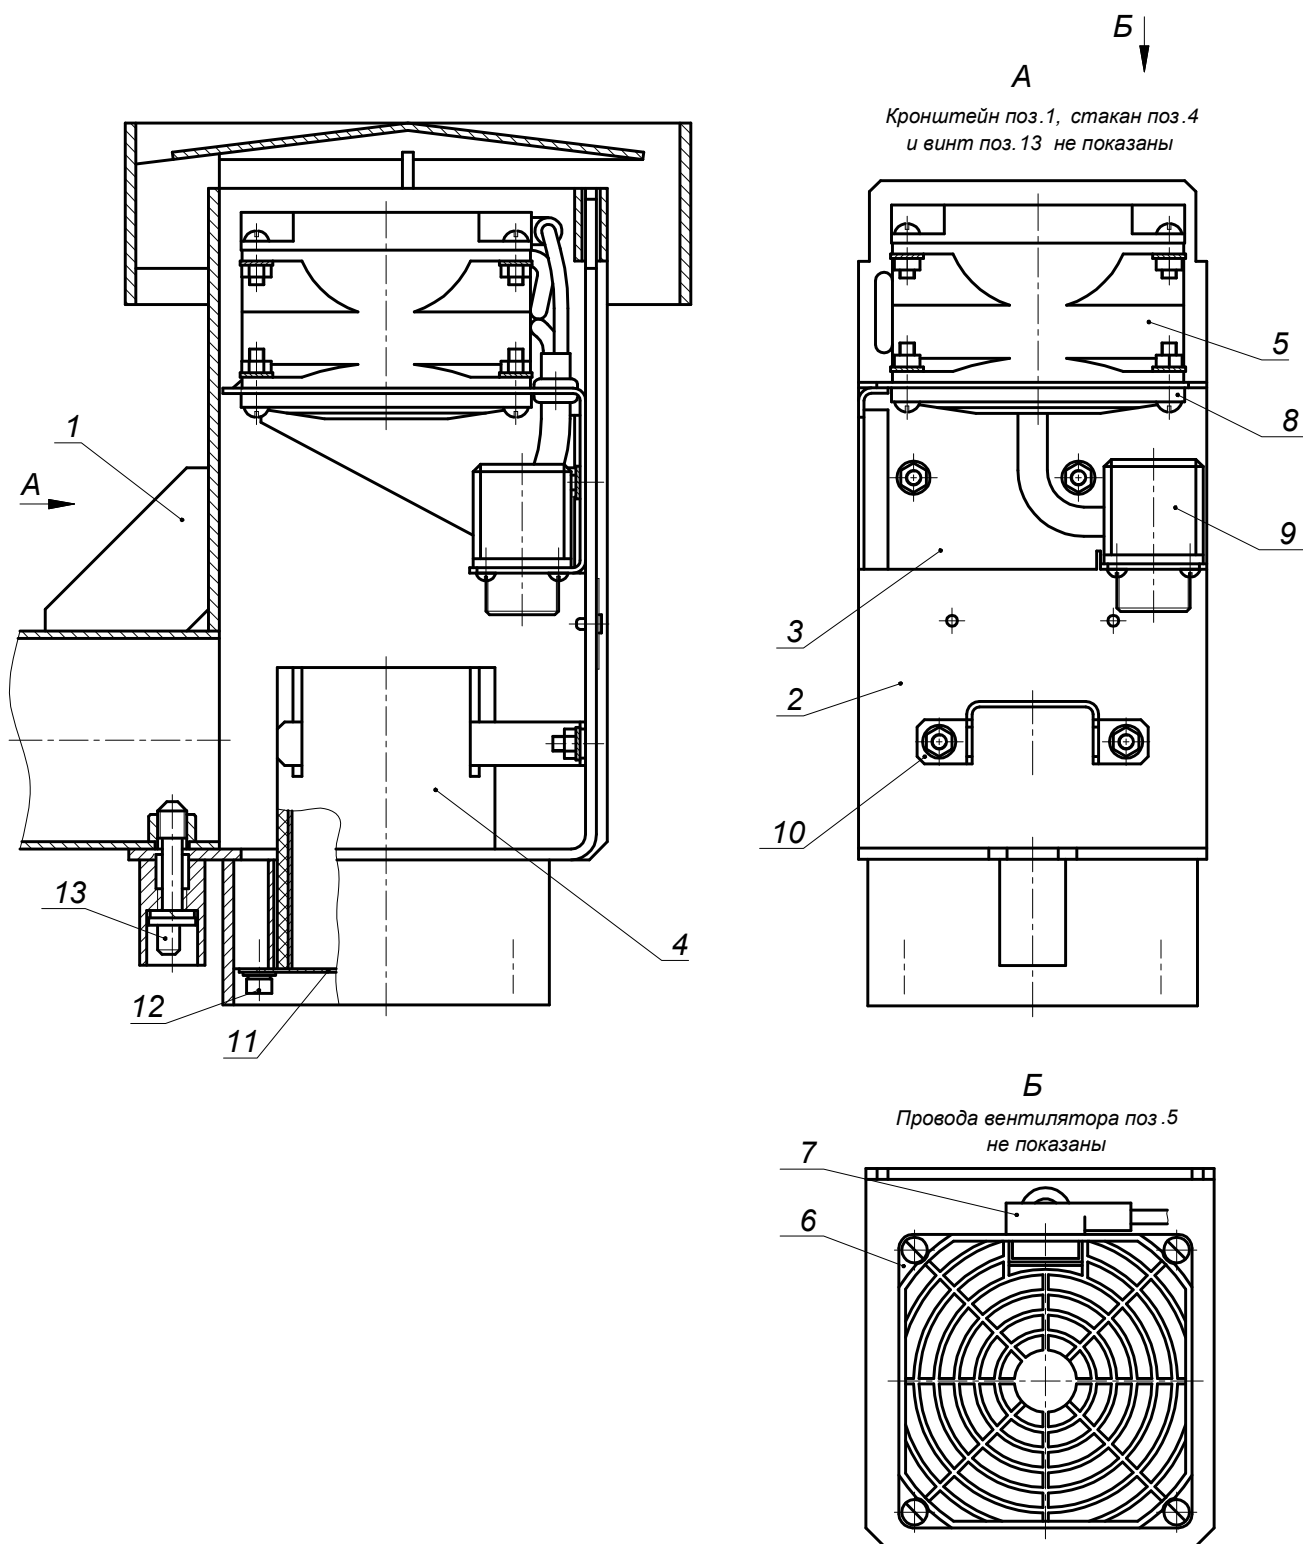

Рисунок 2. Конструкция контейнера аспирационного.
Контейнер аспирационный состоит из кронштейна и блока вентилятора (рис.2):
2.1.3.5 Просверлить три крепёжных отверстия, в бетонной или кирпичной стене – $\varnothing 12^{+0,4}$ мм, глубиной 75÷85 мм (ИН7.358.900.000МЧ рис. 2), в металлической, деревянной или выполненной из сэндвич панелей стене – сквозные $\varnothing 14^{+4}$ мм.
2.1.3.7 Подготовить контейнер к установке, для этого отвернуть винт поз. 13 (рис. 2) используя ключ из комплекта ЗИП и отсоединить блок вентилятора от кронштейна поз.1
2.1.3.12 В блоке вентилятора (рис.2) используя ключ (S-3) из комплекта ЗИП, отвернуть винты поз. 12, демонтировать защитную решётку поз.11 и стакан поз. 4.
2.1.3.13 Установить датчик ДТНВ (из комплекта аппаратуры КТСМ-02) на кронштейн поз.10 (рис. 2) в соответствии с видом А монтажного чертежа. Для фиксации датчика использовать крепёж из комплекта ЗИП.